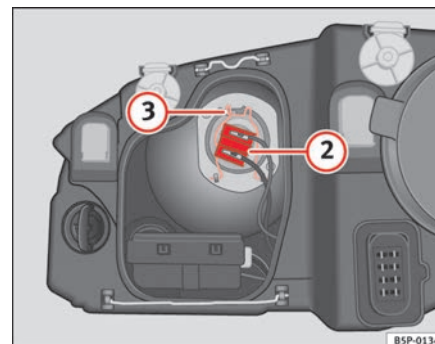

Fig. 179 Luz de cruce
- Extraiga el conector ⇒ página 267, fig. 179 ② de la lámpara.
- Desenganche el resorte retentor ⇒ página 267, fig. 179 ③ presionándolo hacia dentro y a la derecha.